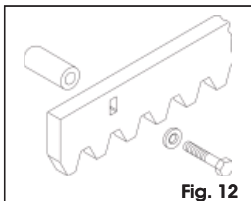

Fig. 12
5.4.2. CREMALLERA DE ACERO PARA ENROSCAR (Fig. 12)